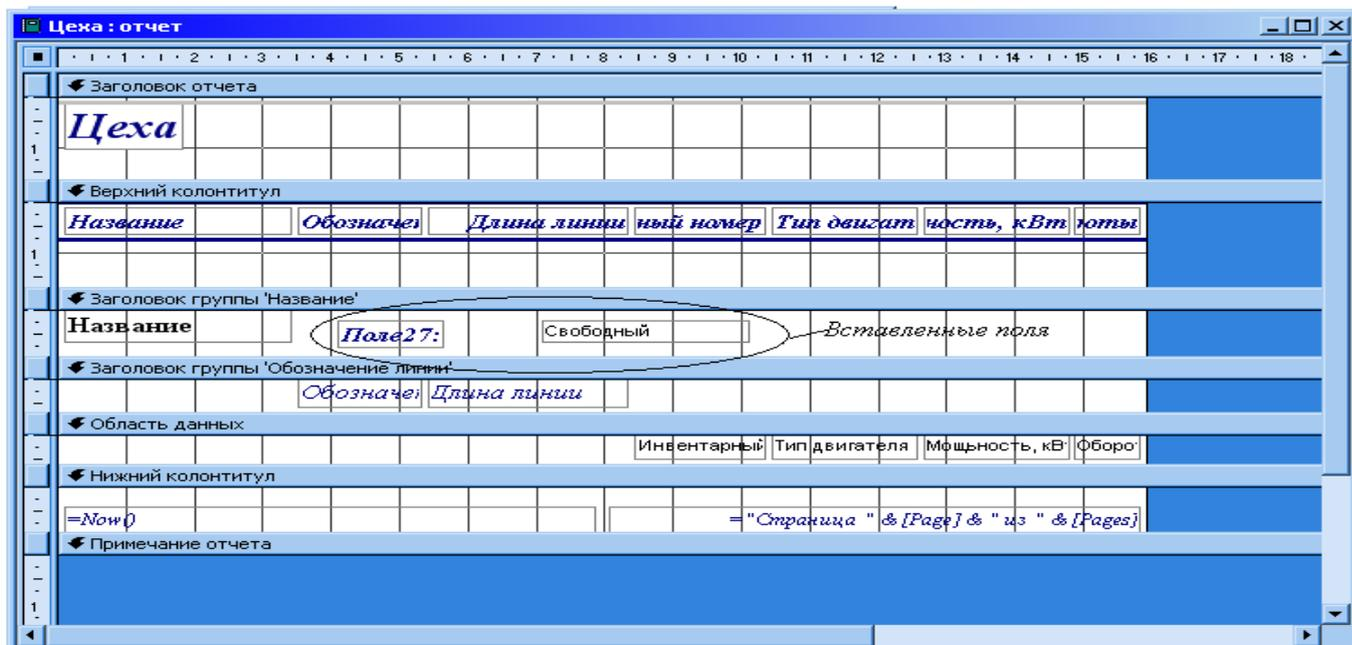

Рисунок 5
3. Кликните левой кнопкой «мышки» в области данных «Заголовки группы «Название»». В результате в этой области появятся два поля, одно для заголовка (левое поле) и одно – для данных (правое поле) (*рис. 5*).